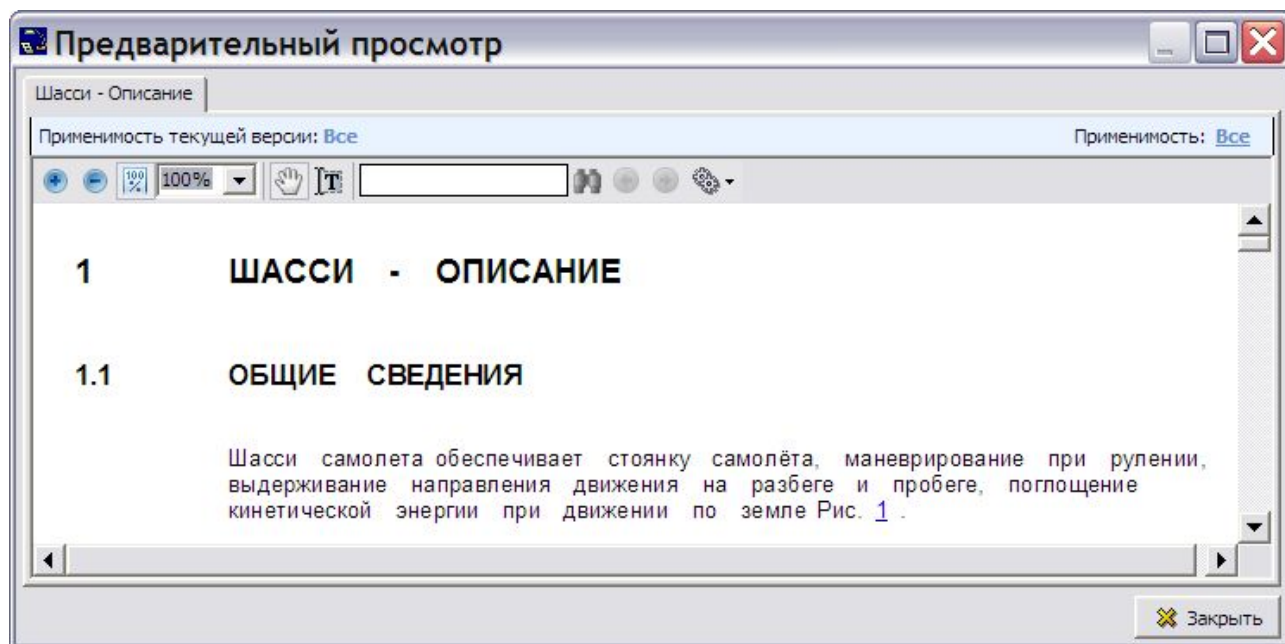

Рис. 3.53
2. Выберите пункт **Просмотр**. При этом откроется окно **Предварительный просмотр**, в котором отображено содержимое модуля данных (Рис. 3.53).